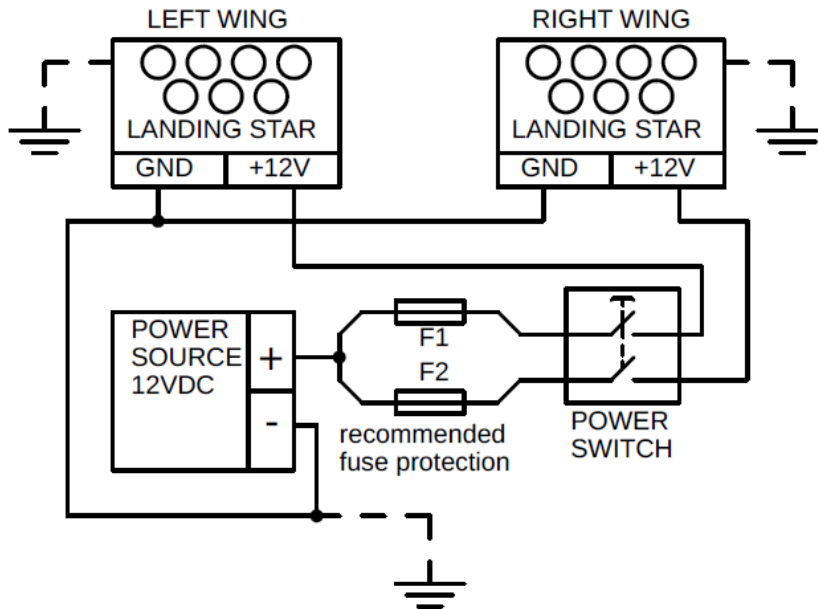

Abb. 3: Schaltplan für zwei Strahler
*\*siehe Abb. 3: Schaltplan für zwei Strahler*